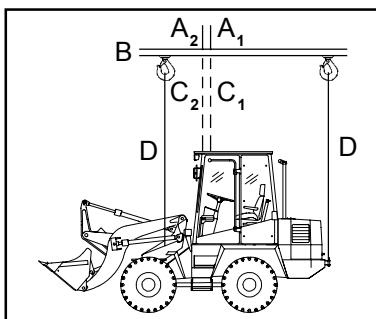

Bild 7-4
- Der Aufnahmepunkt ((7-4/A₁ - Gerät ohne Standardschaufel) bzw. (7-4/A₂ - Gerät mit Standardschaufel)) des Tragmittels (7-4/B) muß genau senkrecht über dem Schwerpunkt (7-4/C₁, bzw. 7-4/C₂) des Gerätes liegen (siehe Bild 7-4), damit sich das Lastaufnahmemittel **waagerecht** über der Längsmittelachse des Gerätes befindet.
(8) Contact de changement de mode de direction en position „essieu arrière directeur“ (4-8/3).
(9) Mettre le contact d'entraînement (4-7/1) sur position «0».
(10) Actionner le contact à bascule du système clignotant de sécurité (4-10/13).
(11) Lâcher le frein de parking (4-9/1).
- Le point de levage (7-4/A₁ - chargeur sans godet standard) ou (7-4/A₂ - chargeur avec godet standard) du palonnier de levage (7-4/B) doit être situé directement à la verticale du centre de gravité (7-4/C₁ ou 7-4/C₂) du chargeur (voir figure 7-4) de façon à ce que le palonnier de levage soit positionné **horizontalement** au-dessus de l'axe longitudinal du chargeur.
(8) De schakelaar voor de besturing in "achteruit" zetten (4-8/3).
(9) De schakelaar (4-7/1) voor de rijrichting in de "0"-stand zetten.
(10) De tuimelschakelaar voor de alarmknipperlichten (4-10/13) aanzetten.
(11) De handrem (4-9/1) uitzetten.